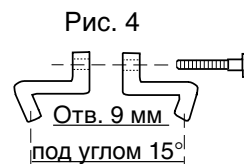

Рис. 4
3. Соедини два блока так, чтобы другой конец штифта попал в угол соединяемого блока. См. рис. 4.
4. Внутренний монтаж: Монтируй запор с винтом в каждый угол и затягивай попеременно 6 мм -вым ключом. См. рис. 4.